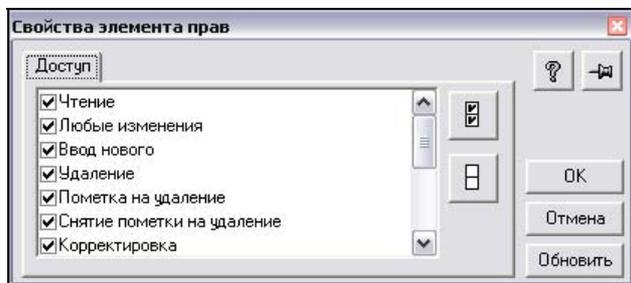

Рис. 5.69. Настройка прав доступа для документа **Расходная накладная**
18. Двойным щелчком откроем свойства элемента **Расходная накладная** (рис. 5.69).